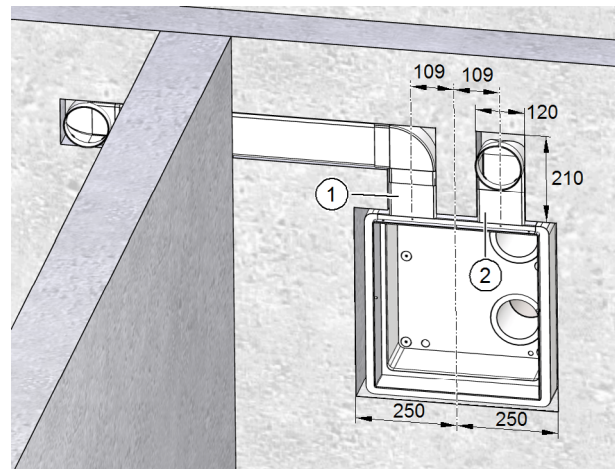

Abb. 12: Mauernuten für Zweitraumanschluss mit Flachkanal fräsen, Maße in Millimeter
- ▶ Fräsen Sie mit der Mauernutfräse zwei Nuten für den Abluftkanal (Pos. 1 in Abb. 12) und für den Zuluftkanal (Pos. 2 in Abb. 12) mit der Breite 120 mm, der Tiefe 60 mm und einer Höhe von mindestens 210 mm (siehe Abb. 12).
In Abb. 12 finden Sie ein Beispiel für die vertikale und horizontale Verlegung von Flachkanälen.